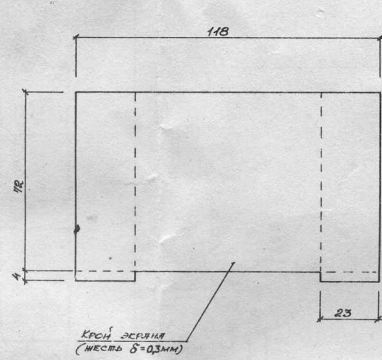

Рис. 5
- 3.7. Изготовить из луженной жести экран (Рис. 5) и приклеить его с внутренней стороны **КРЫШКИ** (1.2.) эпоксидным клеем.